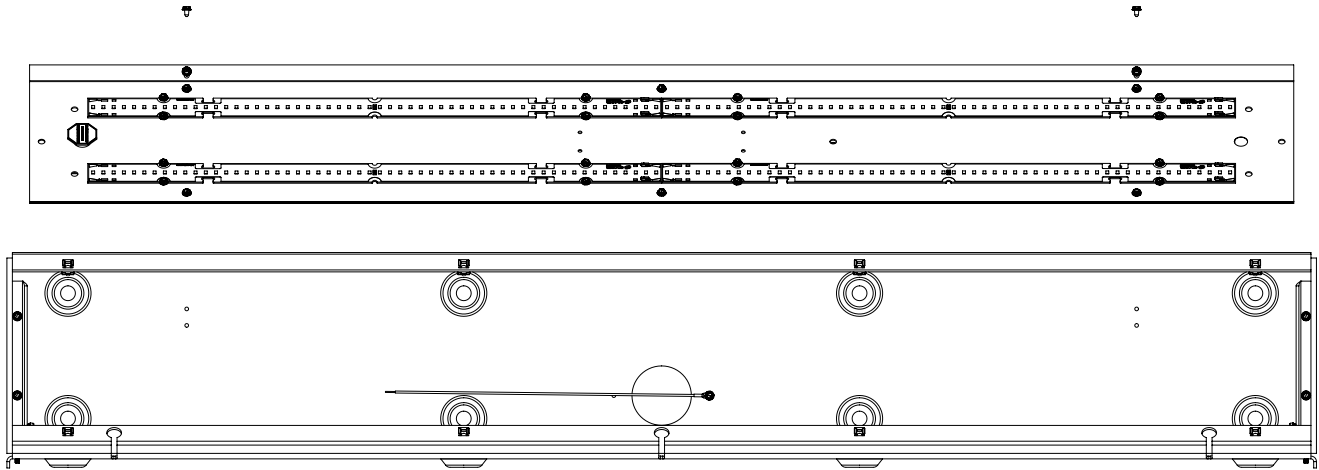

Figure 3.
Étape 4. Soulevez doucement l'ensemble du réflecteur. Posez délicatement le plateau électrique sur le côté, sur une surface protégée. (Figure 3)